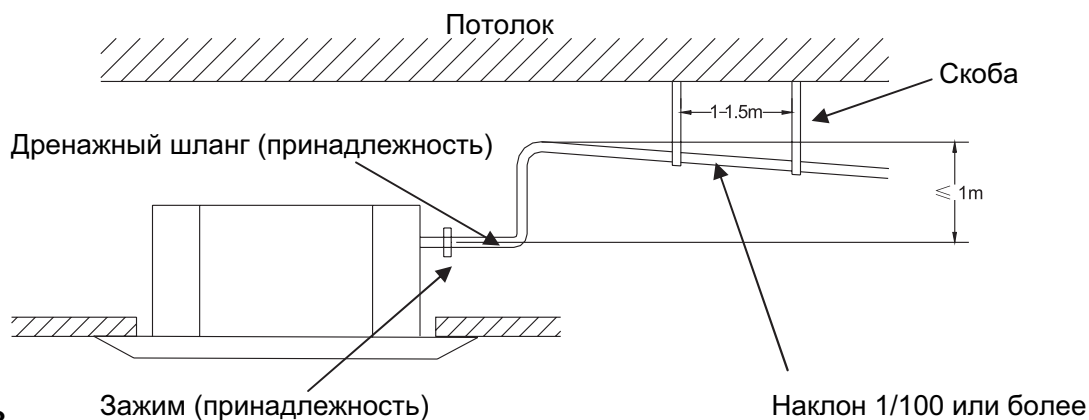

Рис. 13
1. Не поднимать дренажную трубку выше 1 м., поскольку это может привести к утечке воды (рис. 13).
2. Убедиться в том, что дренажная трубка установлена с уклоном вниз (не менее 1/100), а также в отсутствии мест, где может скапливаться вода (рис. 13).
3. Для поддержки дренажной трубки расположить крепёжные скобы на расстоянии 1 – 1,5 м. (Рис. 13)